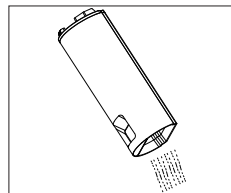

Fig. 12 – Vider le réservoir d'eau
- ▶ Videz le réservoir d'eau sale dans un lavabo et rincez-le à l'eau claire (**voir Fig. 12**).